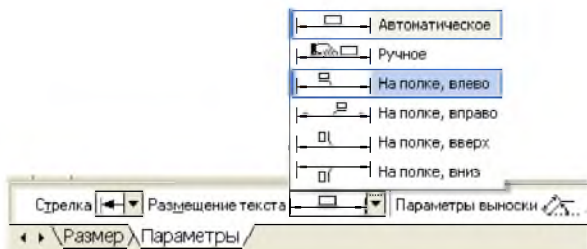

Рис. 18.
22. Параметры протановки размера на полке или ручное задается через закладку **Параметры** на панели свойств (рис.18)